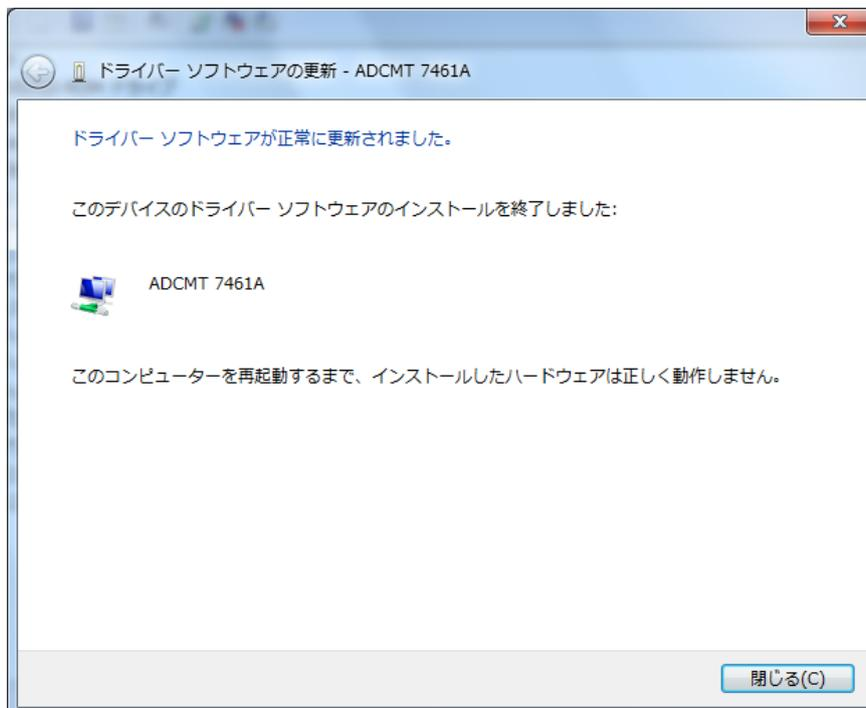

図 1-7
- ⑥ 「閉じる」を押して、ドライバの変更作業が完了です（図 1-7）
⑦ 再起動を要求された場合はコンピューターを再起動させてください